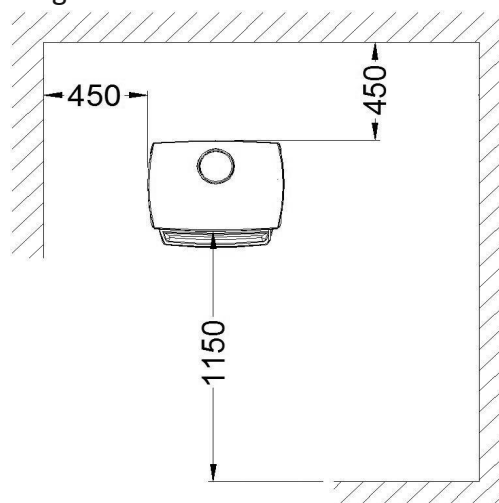

FIG. 6 - DISTANCIAS DE SEGURIDAD
- Cuando se coloque la estufa, tener en cuenta las distancias de seguridad necesarias, tanto del aparato como de la chimenea, de las superficies combustibles (paredes de madera o empapeladas, suelo de madera, etc.). Estas mismas distancias deberán ser respetadas cuando el recubrimiento de las paredes o zonas próximas sea susceptible de deterioro o deformación por efecto de temperatura (barnices, pinturas, P.V.C.. etc.). **Fig. 6**